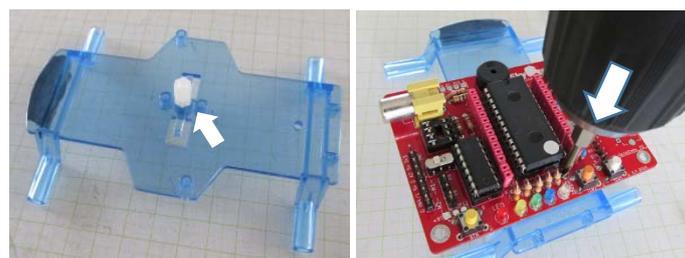

図8 左)スペーサを立てる 右) H2用の穴をあける
- ②図8右図のように SkyBerryJAM 本体 H2 穴にドリルを通してながら現物あわせで、ロボットボディ板に固定用の穴 ( $\phi$ 3.2~3.5mm) を一つあけてください。3